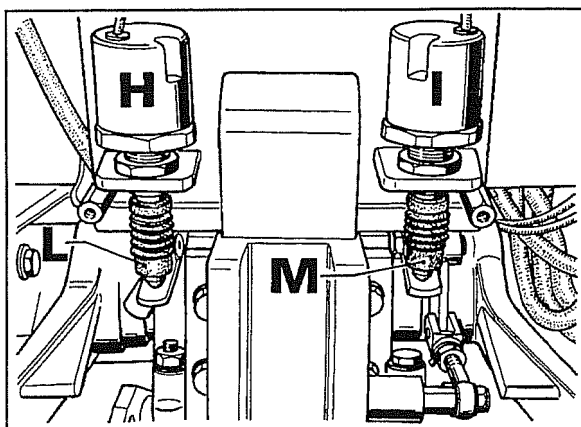

Fig. 47
1. Retirar a protecção posterior aplicada n suporte assento ao fim de descobrir os sensores com relativos mecanismos (ver fig.47), dos quais **H** é o sensor de comando posição e **I** o sensor comando esforço.
3. Verificar que as ponteiros **L-M** se encontrem em contacto com os relativos mecanismos e que o seu curso se encontre mais ou menos posicionado como ilustrado na fig. 47.
O campo de leitura da 4,6 Kohms a 740 Ohms obtém-se com o levantador completamente baixado manualmente toda a excursão das ponteiros **L** e **M** (fig.47) dos sensores, respectivamente de todo fora a todo dentro.
**Nota** - Para consentir a excursão da ponteira **M**, é necessário desligar a vareta de ligação entre a ligação do 3º ponto e o mecanismo de comando sensor (ver fig.47).